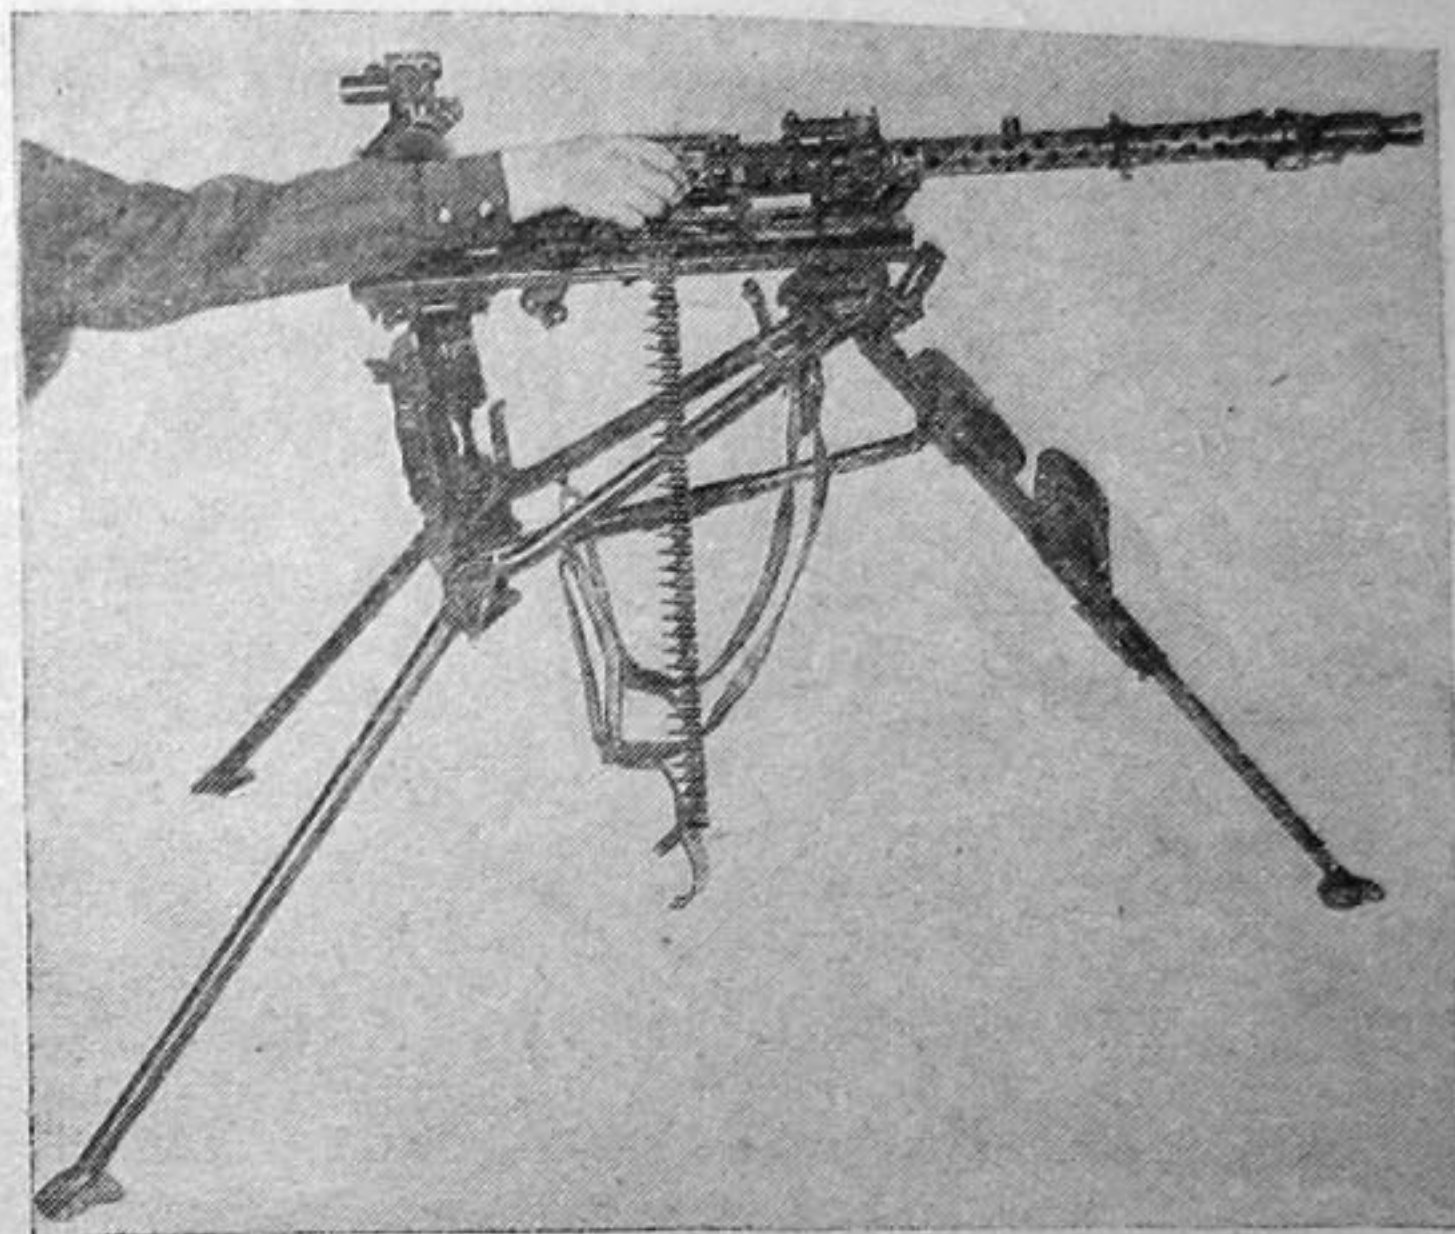

Рис. 13. Как повернуть кожух для смены ствола
3. Повернуть кожух вместе со стволом за рукоятку выключателя слева направо (рис. 13).